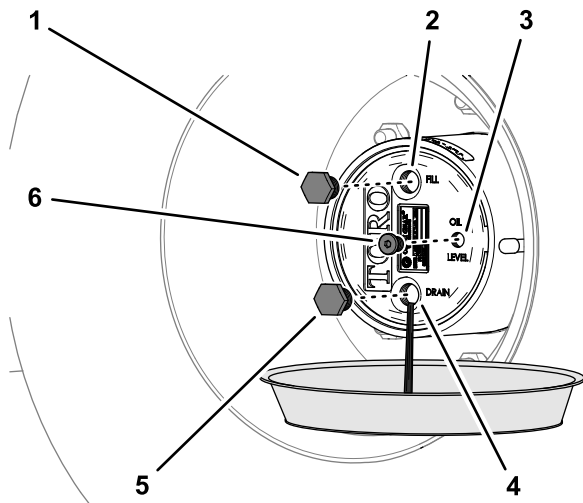

Рисунок 86
- Установите сливной поддон под ступицу планетарной передачи, снимите пробку сливного отверстия, пробку заливного отверстия и пробку контрольного отверстия и дайте маслу полностью стечь (Рисунок 86).